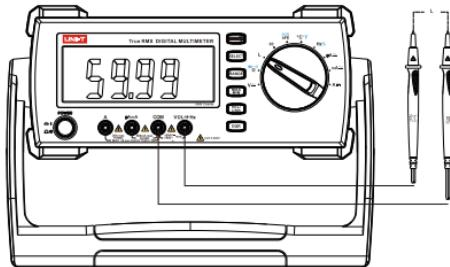

图4
- 将红表笔插入 "L" 插孔，黑表笔插入 "COM" 孔 (如图4)。